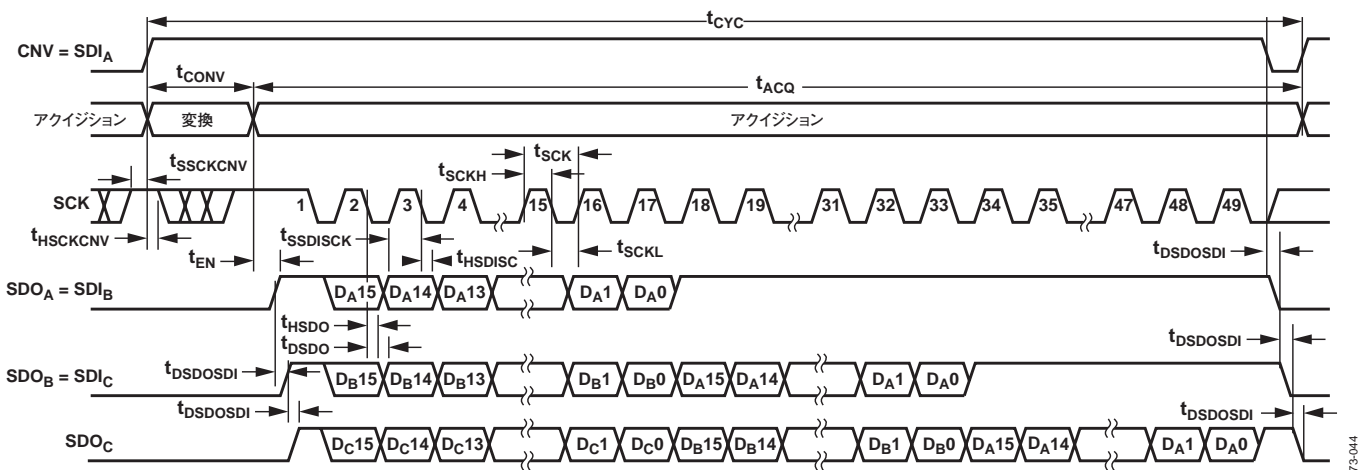

図45. チェーン・モード、BUSY表示ありのシリアル・インターフェース・タイミング
- チェーン・モードでは、CNVの立上がりエッジ時にSCKがハイレベルになったとき(図45)。